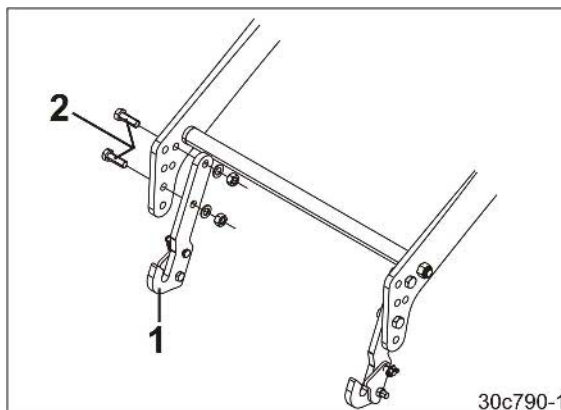

Bild 34
1. Skruva fast dragstångskrokarna (Bild 34/1) med två skruvar (Bild 34/2) vardera.
Skruva fast dragstångskrokarna (Bild 34/1) på så sätt att såmaskinen